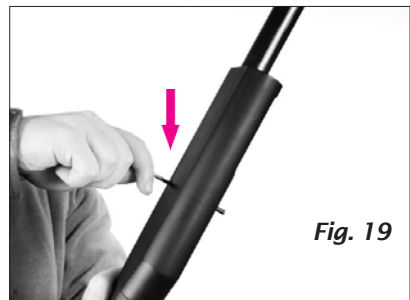

Fig. 19
4. Utilizando una herramienta adecuada, empuje hacia afuera el pasador principal del conjunto del disparador (fig. 19).